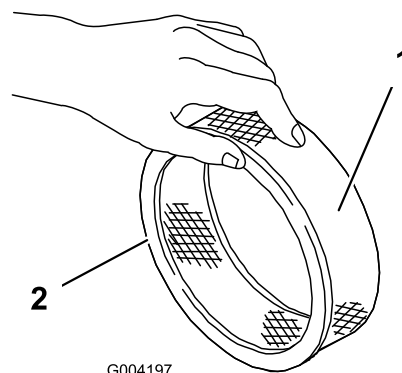

Bild 42
- Untersuchen Sie den Papierfilter auf Risse, einen öligen Film und Schäden an der Gummidichtung (Bild 42).
- Schieben Sie den Schaumvorfilter vorsichtig auf den Papierfilter (Bild 42).